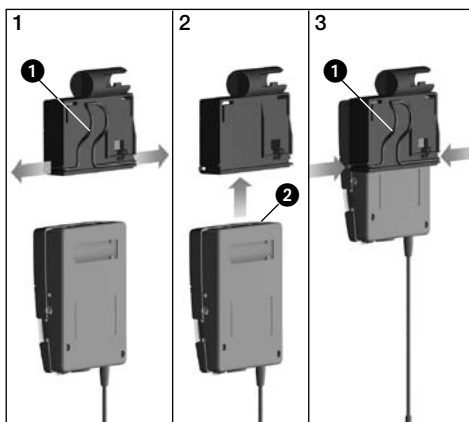

Fig. 2: Come fissare il trasmettitore da tasca sull'adattatore
- Vedi fig. 2.
1. Sfilate le estremità dell'archetto di fissaggio (1) dall'adattatore.
2. Infilate il trasmettitore da tasca (2) nell'adattatore fino all'arresto.
3. Reinfilate le estremità dell'archetto di fissaggio (1) nelle aperture disposte sull'adattatore. Le estremità dell'archetto di fissaggio rientrano nelle aperture disposte sulla scatola del trasmettitore fissando in tal modo il trasmettitore.